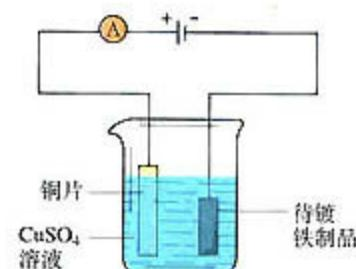

图 3-26 电镀铜实验装置
1. 在大烧杯中加入 CuSO_4 溶液①，用铜片作为阳极，把待镀的铁制品（镀件）作为阴极（如图 3-26 所示），接通直流电源几分钟后，观察镀件表面发生的变化。